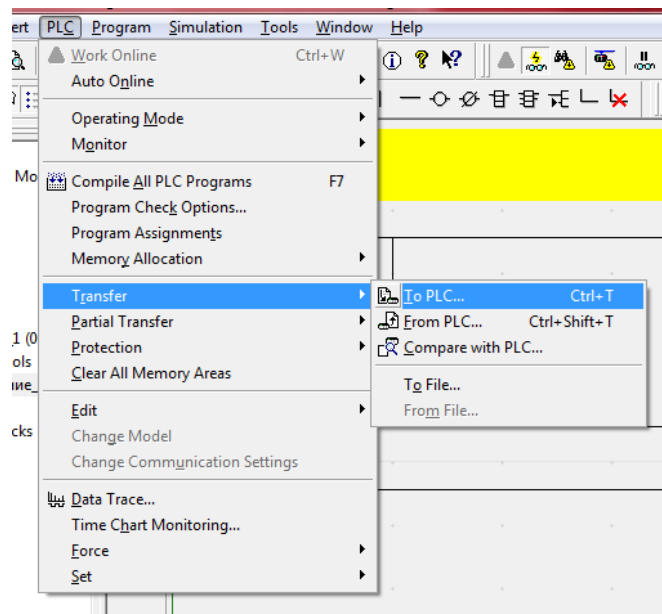

Рисунок 50 – Выбор загрузки в ПЛК
1. В главном меню выберите [PLC] – [Transfer] – [To PLC] (ПЛК – Загрузить – В ПЛК). Откроется диалоговое окно «Параметры загрузки» (рисунок 50).